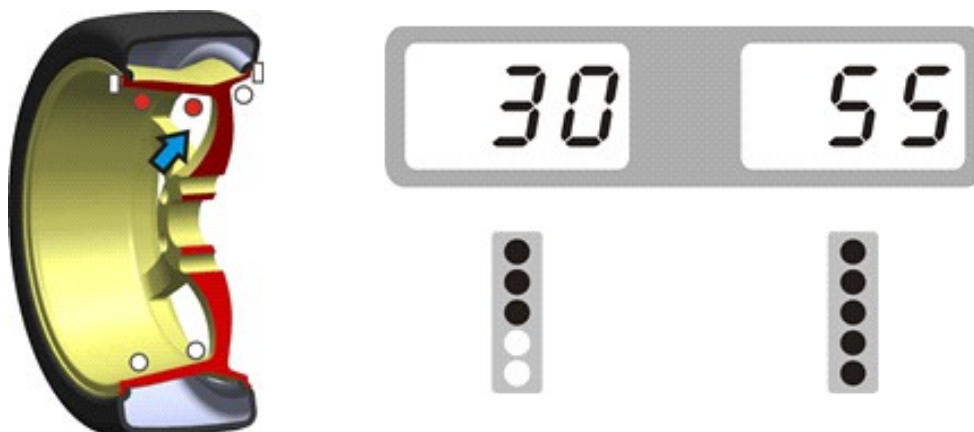

Рис. 6
4.2.5. Медленно вращайте колесо против часовой стрелки. Когда полностью загорятся светодиоды правого индикатора - это будет указывать на корректное угловое положение для установки противовесов с внешней стороны в положении **на 12 часов (при 9H=OFF)** или **на 9 часов (при 9H=ON)**. Закрепите противовес так, как показано на **рис.6**.